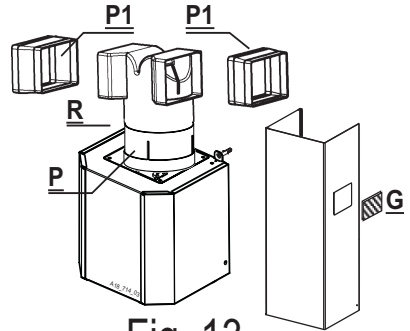

Fig. 13
3. Vérifiez que la hauteur des pièces « P » et « R » corresponde à la sortie d'air « G » sur la cheminée inférieure « I » (fig. 13).